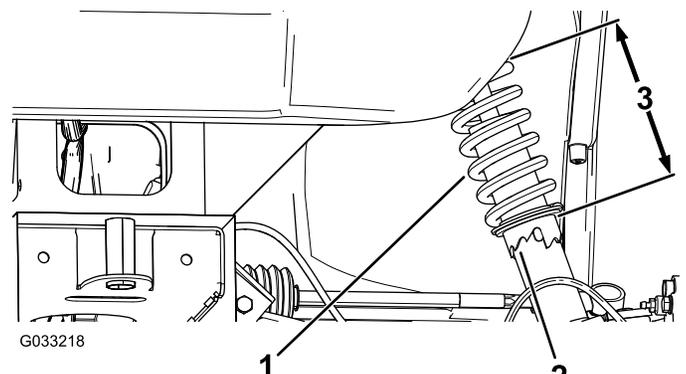

図 56
2. キャンバの調整が必要な場合には、スパナレンチでショックアブソーバのカラーを回してホイールを整列させる図 56。